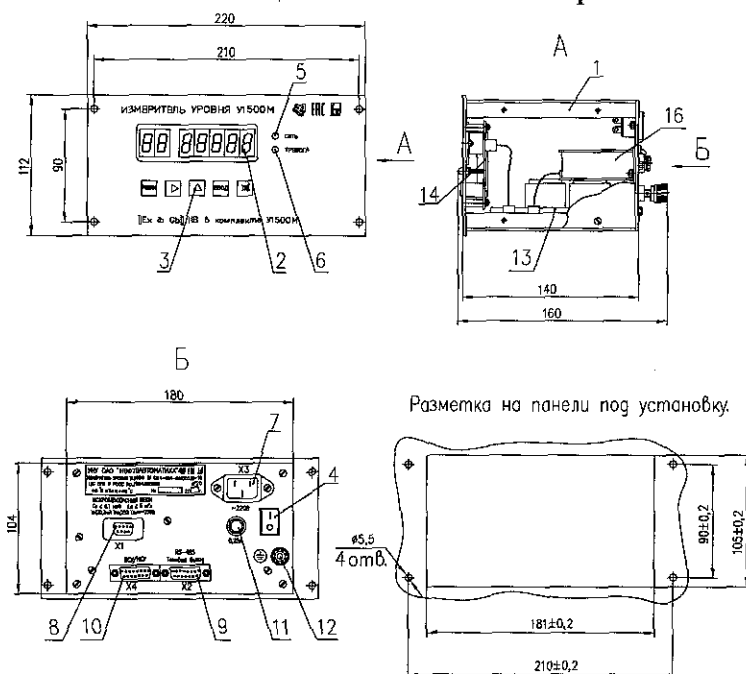

Рис. 2.
Измеритель (рис.2) представляет собой электронный блок, собранный в корпусе поз.1. На лицевой панели размещены: цифровой дисплей поз.2, кнопки управления поз.3, индикатор наличия питания "СЕТЬ" поз.5, индикатор световой сигнализации "ТРЕВОГА" поз.6.
1.6.9 Измеритель устанавливается во взрывобезопасной зоне в помещении, в настольном варианте или в щите (рис. 2).